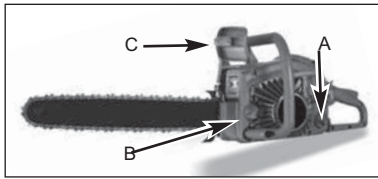

рис. 6
1. Залейте в бак (А) правильно приготовленную топливную смесь (рис. 6).
2. Залейте в бак (В) смазку нужного типа (рис. 6).
3. Перед запуском двигателя убедитесь, что цепной тормоз выключен (С) (Рис. 6).